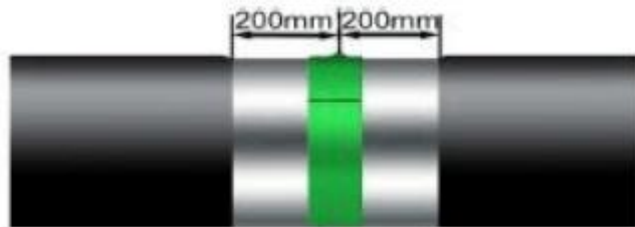

图11
②使用 100mm 宽的粘弹体胶带在环焊缝部位缠绕一周，如图 11；